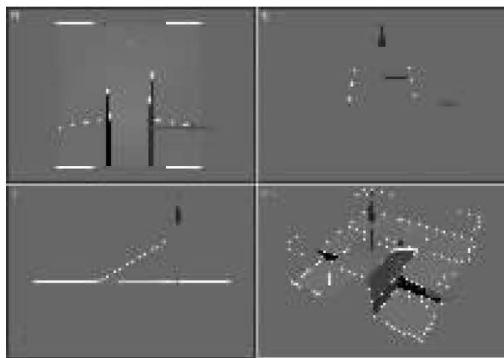

图 7-80 对顶点的调整
(8)调整基本单元模型的外形。激活“顶点”子对象,参照如图 7-80 所示的效果适当调整顶点,至此完成基本单元模型的制作。